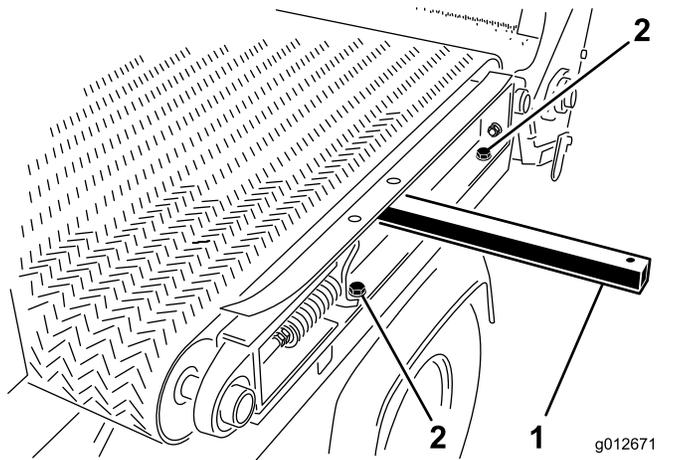

Рисунок 29
1. С левой стороны машины установите балку подвижной рамы на левое крыло (Рисунок 29) с помощью 2 болтов и 2 шайб, снятых при выполнении действий, описанных в разделе Снятие подвижной плиты (страница 26), и затяните болты.